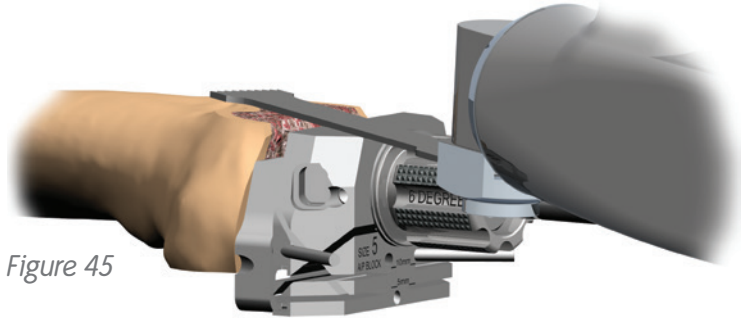

Figure 45
5. Resect the anterior femur above the anterior surface of the A/P cutting block (Figure 45).